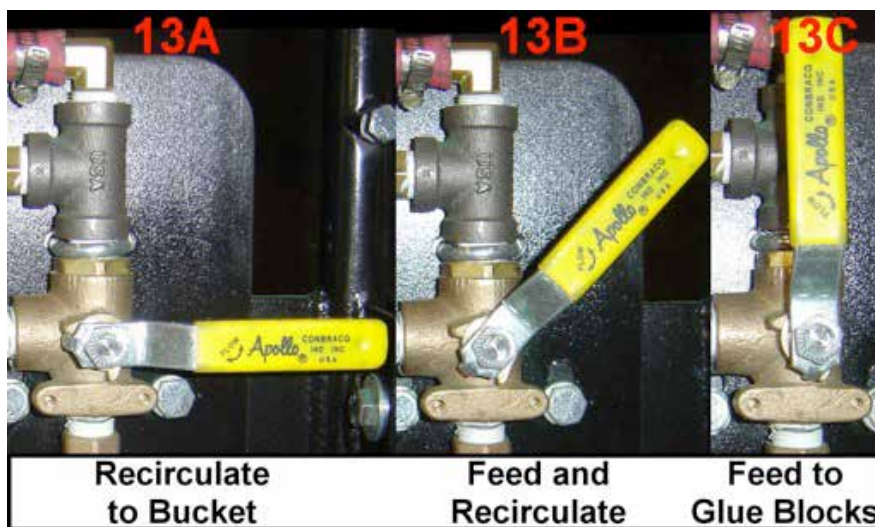

图 13 施胶系统操作
2. 如图 13 中所示, 胶水可以:
4. 转动胶水控制阀至位置 13A (图 13), 让胶水重新流至胶桶
7. 将胶水控制阀转动至位置 13C (图 13), 为胶合块供胶。在压缩叶片约 90° 处涂上胶水。松开传动系统。如果胶水和传动系统正确运作, 压缩叶片上就会出现一滴润滑剂。使用门阀 (15B) 调整流量。